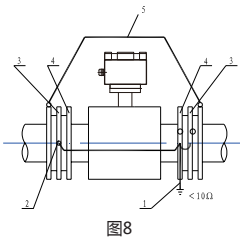

图8
- 4) 传感器在阴极保护管道上安装时，必须在传感器的两端仔细安装接地环（或接地法兰）见图8。